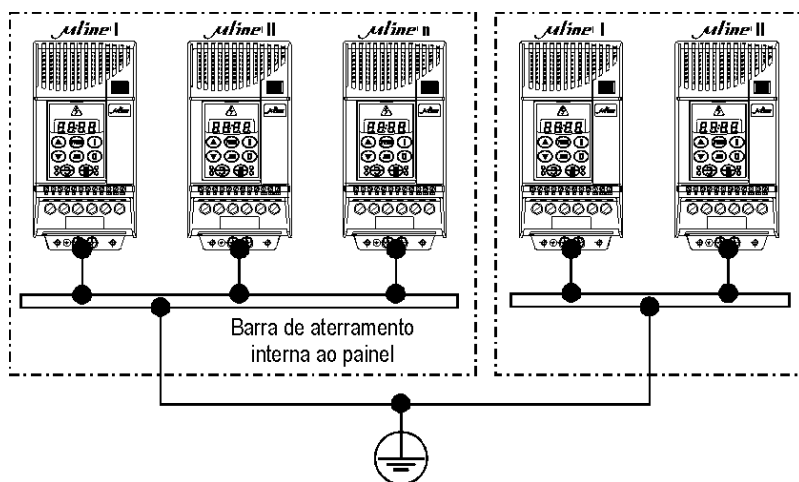

Figura 3.3 - Conexões de aterramento para mais de um inversor
- ❺ Os inversores devem ser obrigatoriamente aterrados para um terra de proteção por motivos de segurança. A conexão de terra deve atender as normas locais. Utilize no mínimo a fiação com a bitola indicada na tabela 3.1. Conecte a uma haste de aterramento específica ou ao ponto de aterramento geral (resistência ≤ 10 ohms). Não compartilhe a fiação de aterramento com outros equipamentos que operem com altas correntes (ex.: motores de alta potência, máquinas de solda, etc). Quando vários inversores forem utilizados observe a figura 3.3.